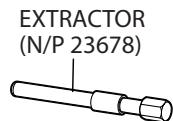

Figura 24. Extractor
- Si el movimiento axial es en un sentido solamente, quite el embrague usando la herramienta extractora del embrague, N/P 23678. Vea la Figura 24.